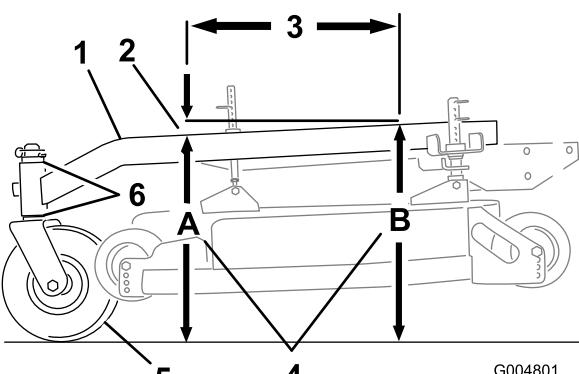

Figura 68
- Mida la altura del bastidor de tiro en la posición A (Figura 68).
- Mida la altura del bastidor de tiro en la posición B (Figura 68).
- La altura en la posición A debe ser de 3-10 mm (1/8-3/8 pulgada) menor que la de la posición B (Figura 68).
- Si la inclinación del bastidor de tiro no es la correcta, mueva los espaciadores de las ruedas giratorias para obtener una inclinación de 3-10 mm (1/8-3/8 pulgada) (Figura 68). Mueva espaciadores desde arriba o desde abajo para obtener la inclinación correcta.